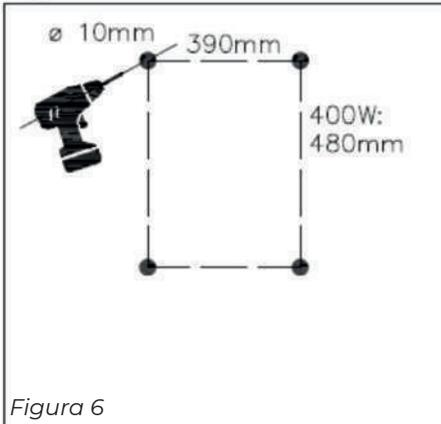

Figura 6
4. Perfore dos agujeros superiores para los tacos con una distancia horizontal de 390 mm entre los agujeros (Figura 6).